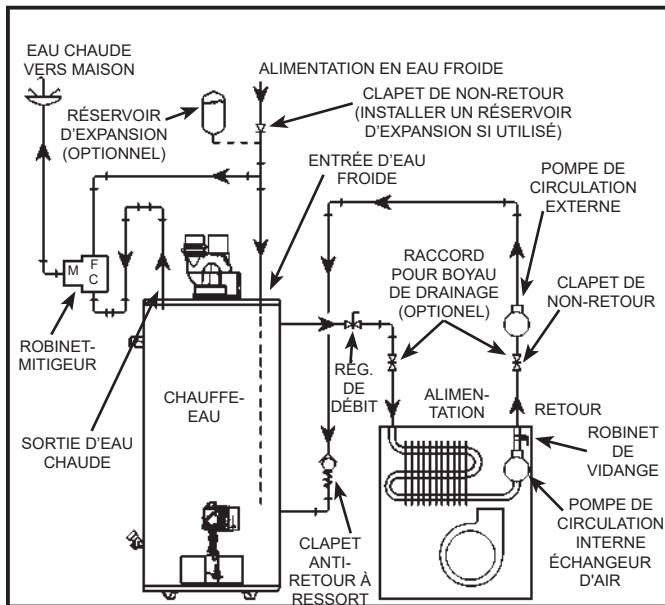
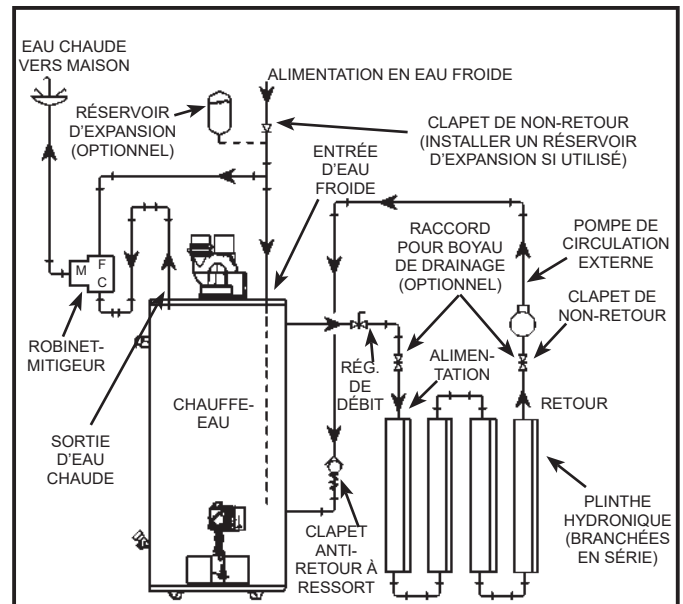

Figure 14.
Figure 15.
8. Les systèmes de chauffage combiné fonctionnent à une température plus élevée que les systèmes réguliers. Dans ce cas, il faut prendre certaines précautions, comme installer une vanne thermostatique sur la canalisation d'alimentation en eau chaude, afin de réduire la température de l'eau du système et ainsi réduire les risques d'ébullition (voir Figure 14 et Figure 15).
- Une fournaise munie d'un échangeur d'air approprié (Figure 14).
- Une boucle de chauffage avec plinthe hydronique à ailettes ou chauffage radiant sous le plancher (Figure 15).